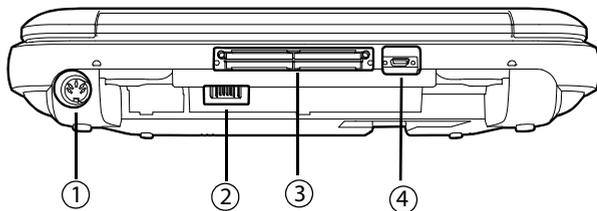

Abbildung 2-2 Rückseite des SonoSite Edge II Ultraschallsystems
- 1 Das Gleichstromkabel des Netzteils an den Anschluss am System anschließen. Siehe hierzu **Abbildung 2-2** auf Seite 2-5.